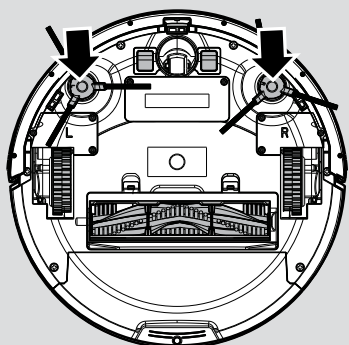

Рис. 3
7. Прижмите две щетки для чистки краев к кронштейнам так, чтобы прозвучал щелчок. Обратите внимание, что метки L и R на щетках должно совпадать с такими же метками на пылесосе. [Рис. 3]